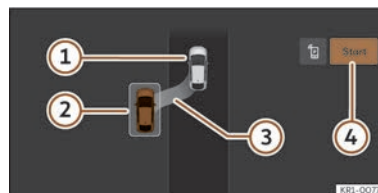
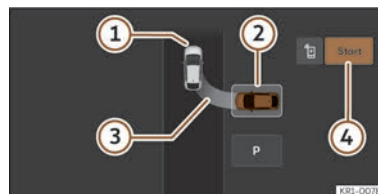

Abb. 160 Am Bildschirm des Infotainment-Systems: Position zum Längseinparken.
Abb. 161 Im Bildschirm des Infotainment-Systems: Position zum Quereinparken.
>>> (Abb. 160), >>> (Abb. 161)
- ① Eigenes Fahrzeug
- ② Erkannte Parklücke
- ③ Anzeige des vorgeschlagenen Einparkzugs
- ④ Einparkmanöver einleiten
• Prüfen Sie anhand der Anzeige im Bildschirm des Infotainment-Systems, ob die Parklücke als „geeignet“ erkannt wurde und ob die korrekte Position zum Einparken erreicht wurde >>> (Abb. 160), >>> (Abb. 161). Halten Sie das Fahrzeug an und befolgen Sie die Anweisungen im Infotainment.
• Fahrzeug anhalten, bremsen und nach einer kurzen Wartezeit Funktionsfläche **Start** ④ im Infotainment-System antippen.